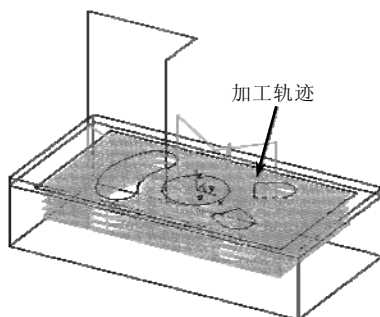

图 2-56 生成刀具轨迹
3) 再单击鼠标右键确认,系统开始计算,稍后得出刀具轨迹如图 2-56 所示。